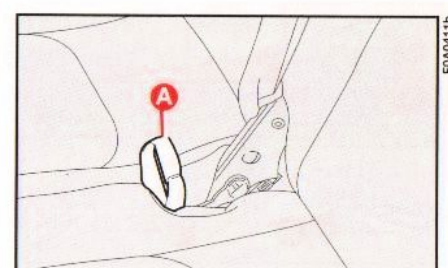
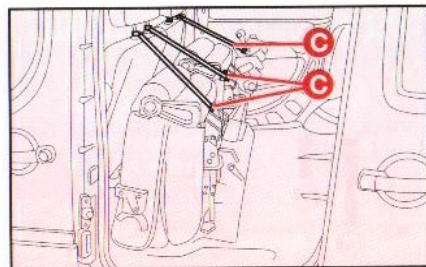

Abb. 129
Abb. 131
– Die Rückenlehne des mittleren Sitzes umkippen, dabei das Band **A**, **Abb. 129** nach oben ziehen;
– Die so gekippten Sitze mit den entsprechenden Gurten **C**, **Abb. 131** sichern (einer pro Sitz), indem sie an den vorderen Kopfstützen eingehakt werden.
Um die Sitze wieder in ihre Stellungen zu bringen, die entsprechenden Halteriemen **C-Abb. 131** lösen, die kompletten seitlichen Sitze und dann das Sitzkissen des mittleren Sitzes umkippen, danach durch Ziehen des Bandes **A-Abb. 129** die Rückenlehne umkippen und an den entsprechenden Haltebügeln befestigen.